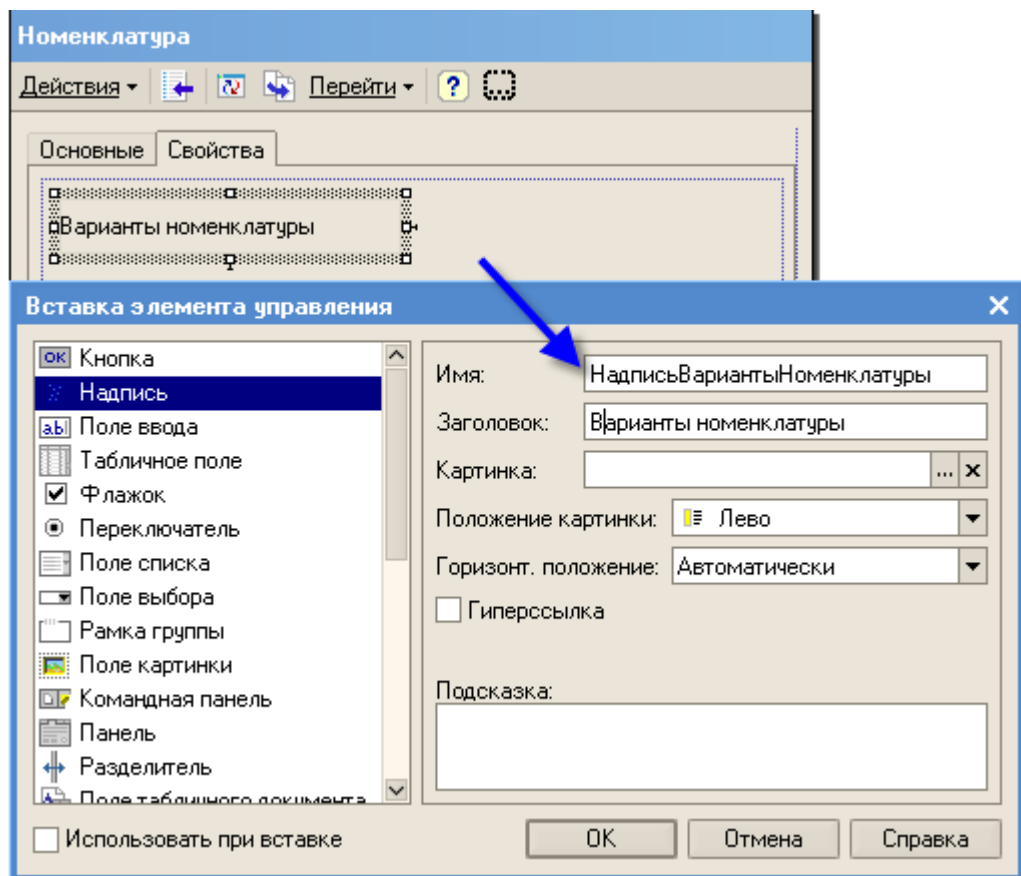

Рис. 123
- на странице *Свойства* добавим элемент управления *Надпись* указав имя *НадписьВариантыНоменклатуры* и заголовок *ВариантыНоменклатуры* (рис. 123), укажем для нее начертание шрифта *Жирный*;